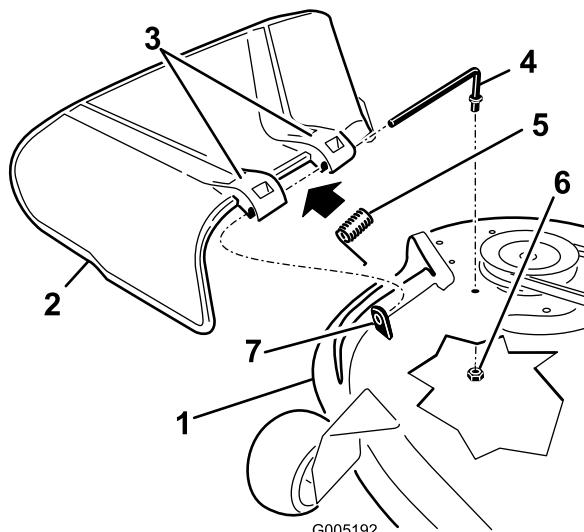

Figure 75
1. Retirez l'écrou ( $\frac{3}{8}$  po) de la tige, sous le tablier de coupe (Figure 75).
2. Sortez la tige de la courte cheville de positionnement, du ressort et du déflecteur d'herbe (Figure 75).
4. Remettez en place le déflecteur d'herbe (Figure 75).
7. Insérez la tige dans le deuxième support du déflecteur d'herbe (Figure 75).
9. Fixez l'extrémité arrière de la tige dans le tablier de coupe à l'aide d'un écrou ( $\frac{3}{8}$  po), comme montré à la Figure 75.